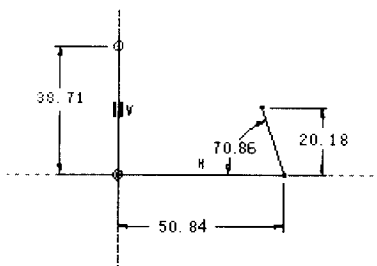
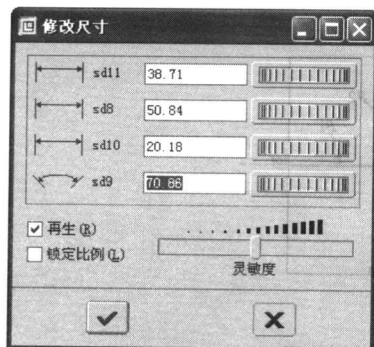

图 1-11 绘制轮廓线
图 1-12 修改尺寸对话框
11. 单击绘线折叠按钮 ，单击绘线按钮 ，绘制如图 1-11 所示几何图形，双击鼠标中键结束绘线命令。
12. 单击尺寸修改按钮 ，逐一选择如图 1-11 所示的尺寸标注，系统弹出如图 1-12 所示修改尺寸对话框，列出所选择的尺寸标注（当所选尺寸在对话框中显示不全时，可以放大显示对话框或移动上下游标来显示选择的尺寸）。